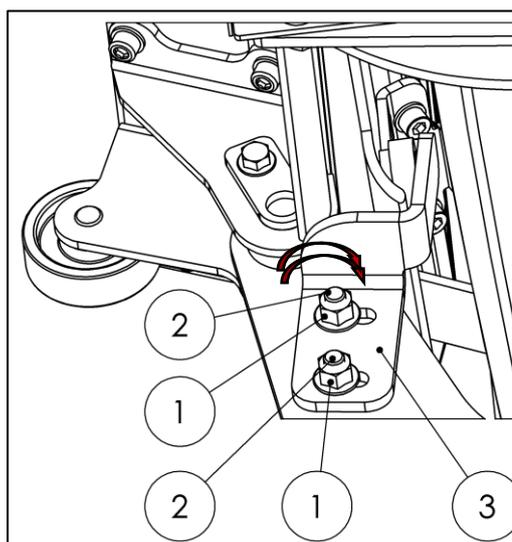

Fig. 81
- Apriete las tuercas (1) y los tornillos (2) del tope (3) con un par de 80 Nm. (ver Fig.81).